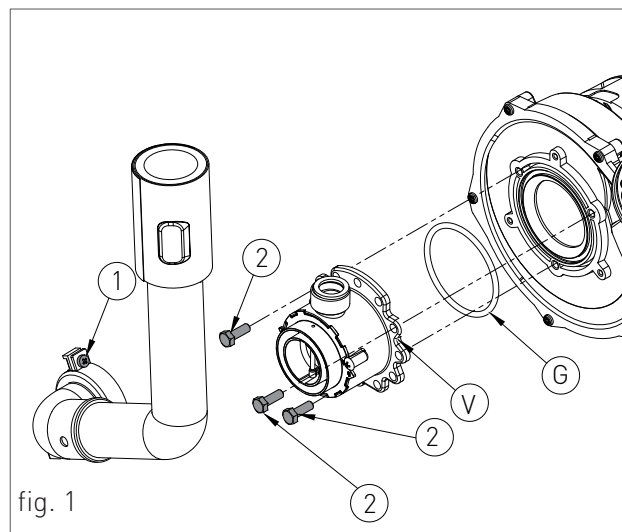

fig. 1
- › Seguire la procedura descritta al capitolo 'ACCESSO ALLA CALDAIA' e ruotare il pannello '2' (fig.1);
- › collegare un tubo flessibile al rubinetto di scarico dell'impianto 'RS' (fig. 1) e collocare l'altra estremità del tubo flessibile ad un adeguato scarico;
- › ruotare il rubinetto di scarico dell'impianto 'RS' (fig. 1);
- › quando tutta l'acqua è defluita, chiudere le valvole di sfiato dei radiatori ed il rubinetto di scarico dell'impianto 'RS' (fig. 1).
- › ruotare il rubinetto di scarico del boiler 'RB' (fig.1);
- › ad operazione terminata, chiudere il rubinetto di scarico del boiler 'RB' (fig.1) e tutti i rubinetti di erogazione precedentemente aperti.
- › collegare un tubo flessibile al rubinetto di scarico del boiler 'RB' (fig.1) e collocare l'altra estremità del tubo flessibile ad un adeguato scarico;
Per verificare lo stato dell'anodo allentare la valvola 'V' (fig.1) situata nella parte superiore del boiler.
Se c'è fuoriuscita di acqua dalla valvola 'V' (fig.1) si deve provvedere alla sostituzione dell'anodo, perchè risulta essere usurato. Alla fine dell'operazione di verifica richiudere la valvola.
- › allentare le due viti '1' (fig.1) dalla boccola di fissaggio, e rimuovere il tubo di aspirazione aria;
- › svitare le tre viti di fissaggio '2' (fig.1) del venturi 'V' (fig.1) con una chiave da 10, tipo come in figura 2;
- › rimontare i componenti procedendo in senso inverso rispetto alle operazioni di smontaggio assicurandosi che venga rimontata la guarnizione 'G' come in fig.1;